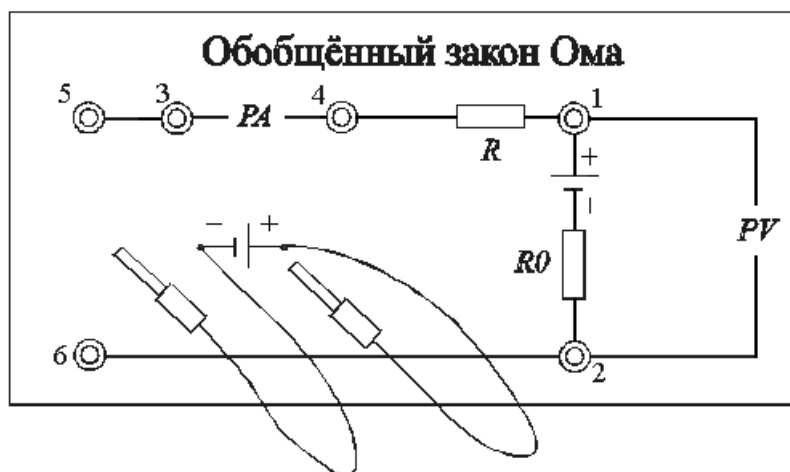
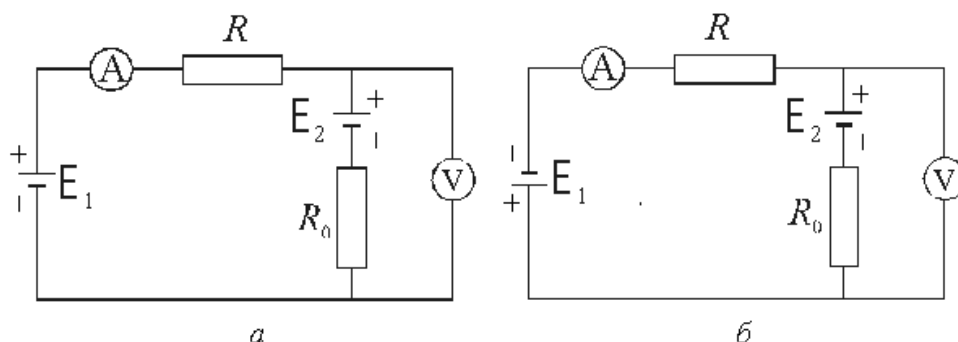

Рис. 5
Рис. 6
На лицевой панели лабораторного модуля изображена электрическая схема установки (рис. 5) и расположены гнезда для подключения измерительных приборов. К панели также подведены два гибких вывода, с помощью которых можно подключать с различной полярностью источник питания «E1» с ЭДС E1 к исследуемому контуру.
Выберем направление обхода контура от точки 1 к точке 2 (см. рис. 5), а за положительное направление тока примем направление от точки 2 к точке 1, тогда в соответствии с обобщённым законом Ома для участка цепи можно записать
2. Согласно рис. 5 источник «Е1» с ЭДС  $E_1$  подключить к гнездам 5, 6 лабораторного модуля соблюдая полярность (красный провод «+», черный «-»).
3. Источник «Е2» с ЭДС  $E_2$  имеет стационарное подключение к лабораторному модулю, электрическая принципиальная схема встречного включения источников «Е1» и «Е2» приведена на рис. 6а.
17. Результаты измерений тока  $I$  по показаниям миллиамперметра «РА» и разности потенциалов  $\varphi_1 - \varphi_2$  по показаниям вольтметра «РV» (участок  $E_2 - R_0$  на рис. 5) занести в таблицу 1 для встречного включения источников питания «Е1» и «Е2».
19. Изменить полярность подключения источника «Е1» с ЭДС  $E_1$  к лабораторному модулю. Согласно рис. 5. красный провод подключить к гнезду 6, черный – к гнезду 5, электрическая принципиальная схема согласного включения источников «Е1» и «Е2» приведена на рис. 6б.
21. Результаты измерений тока  $I$  по показаниям миллиамперметра «РА» и разности потенциалов  $\varphi_1 - \varphi_2$  по показаниям вольтметра «РV» (участок  $E_2 - R_0$  на рис. 5) занести в таблицу 1 для согласного включения источников питания «E1» и «E2».